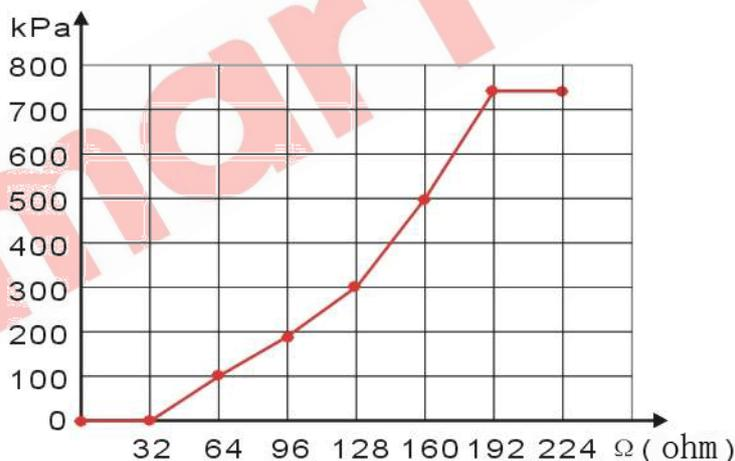

图8 曲线设置
- 可以将最前面的几个点或最后面的几个点纵坐标设成一样。如图 8 所示: